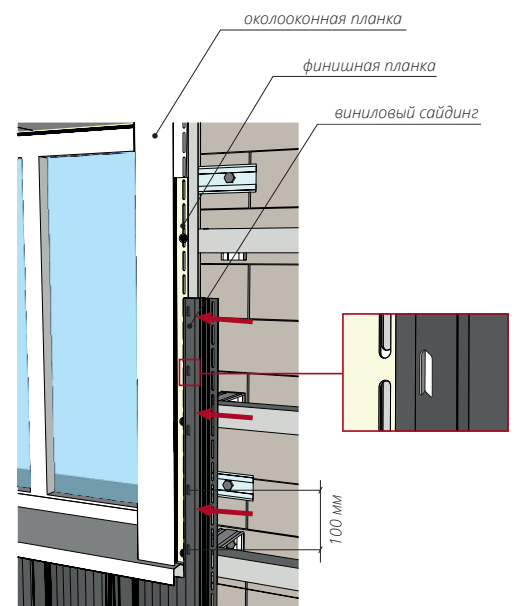

Рисунок 76
**15.6** При монтаже сайдинга вокруг оконного, дверного или прочего проема вертикальный монтаж финишной планки, слева и справа проема, происходит согласно пункту 14 и общим правилам монтажа. Сайдинг подрезается по размеру, делаются насечки (описано выше) и фиксируется в финишной планке (рис. 76).